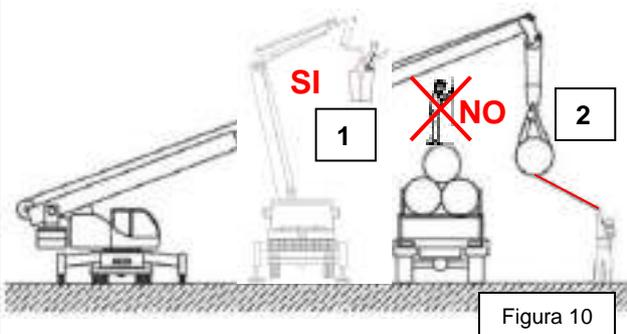

Figura 10
- Per quote >2mt sarà consentito solo l'uso di PLE (Cfr. Figura 10)